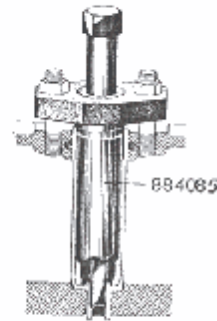

Abb. 8 Ausdehnen der Kupferhülse
- Das Erweiterungswerkzeug 884085 (Abb. 8) einölen und in die Hülse einschieben (darauf achten, daß die Spindel richtig zurückgeschraubt ist). Einige Muttern oder Scheiben auf die langen Befestigungsschrauben legen, so daß der Bügel mit den Befestigungsmuttern festgespannt werden kann.